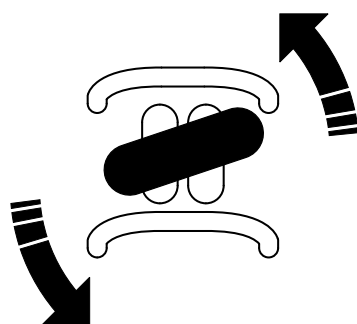

Figura 11
- Para girar a la izquierda, gire el control de tracción en el sentido contrario a las agujas del reloj (Figura 11).